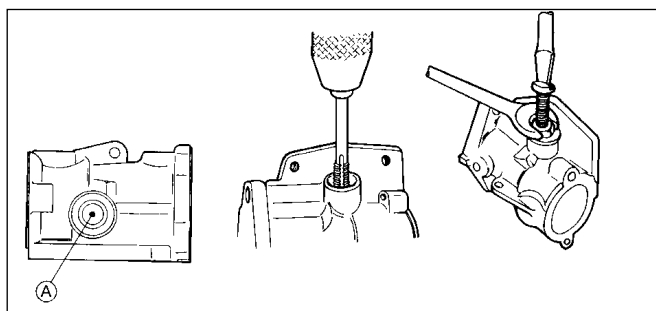

Abb. 10
Nach Ausbau des Winkelstücks entfernen Sie das Ventil und tauschen es aus. Gehen Sie dabei folgendermaßen vor (Abb. 10):
- Entfernen Sie den Gewindebohrer wieder und ziehen Sie das Ventil mit Hilfe einer 5/32"-Mutter und eines Schraubendrehers durch Eindrehen der Schraube in das Gewinde heraus (Abb. 10). Halten Sie dazu die Schraube mit dem Schraubendreher fest und drehen Sie die Mutter mit einem Schraubenschlüssel. Das Ventil wird dann von der Schraube herausgezogen.